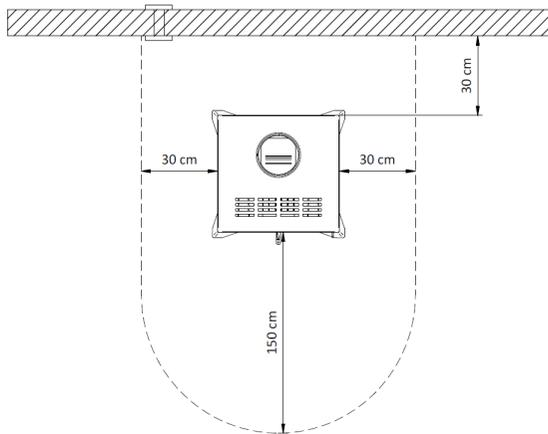

Figura 19 - Distancias mínimas de seguridad
* El suelo donde se instale la estufa deberá ser capaz de soportar una carga permanente de 1 kg/cm² y no debe ser inflamable. Si la capacidad de soporte de carga del suelo no es suficiente o existe riesgo de combustión, se podrá utilizar una placa rígida para distribuir la carga y con una superficie superior a la de apoyo del insertable; se recomienda que sobresalga al menos 15 cm por los laterales y bordes y 30 cm en la parte delantera, Figura 19.